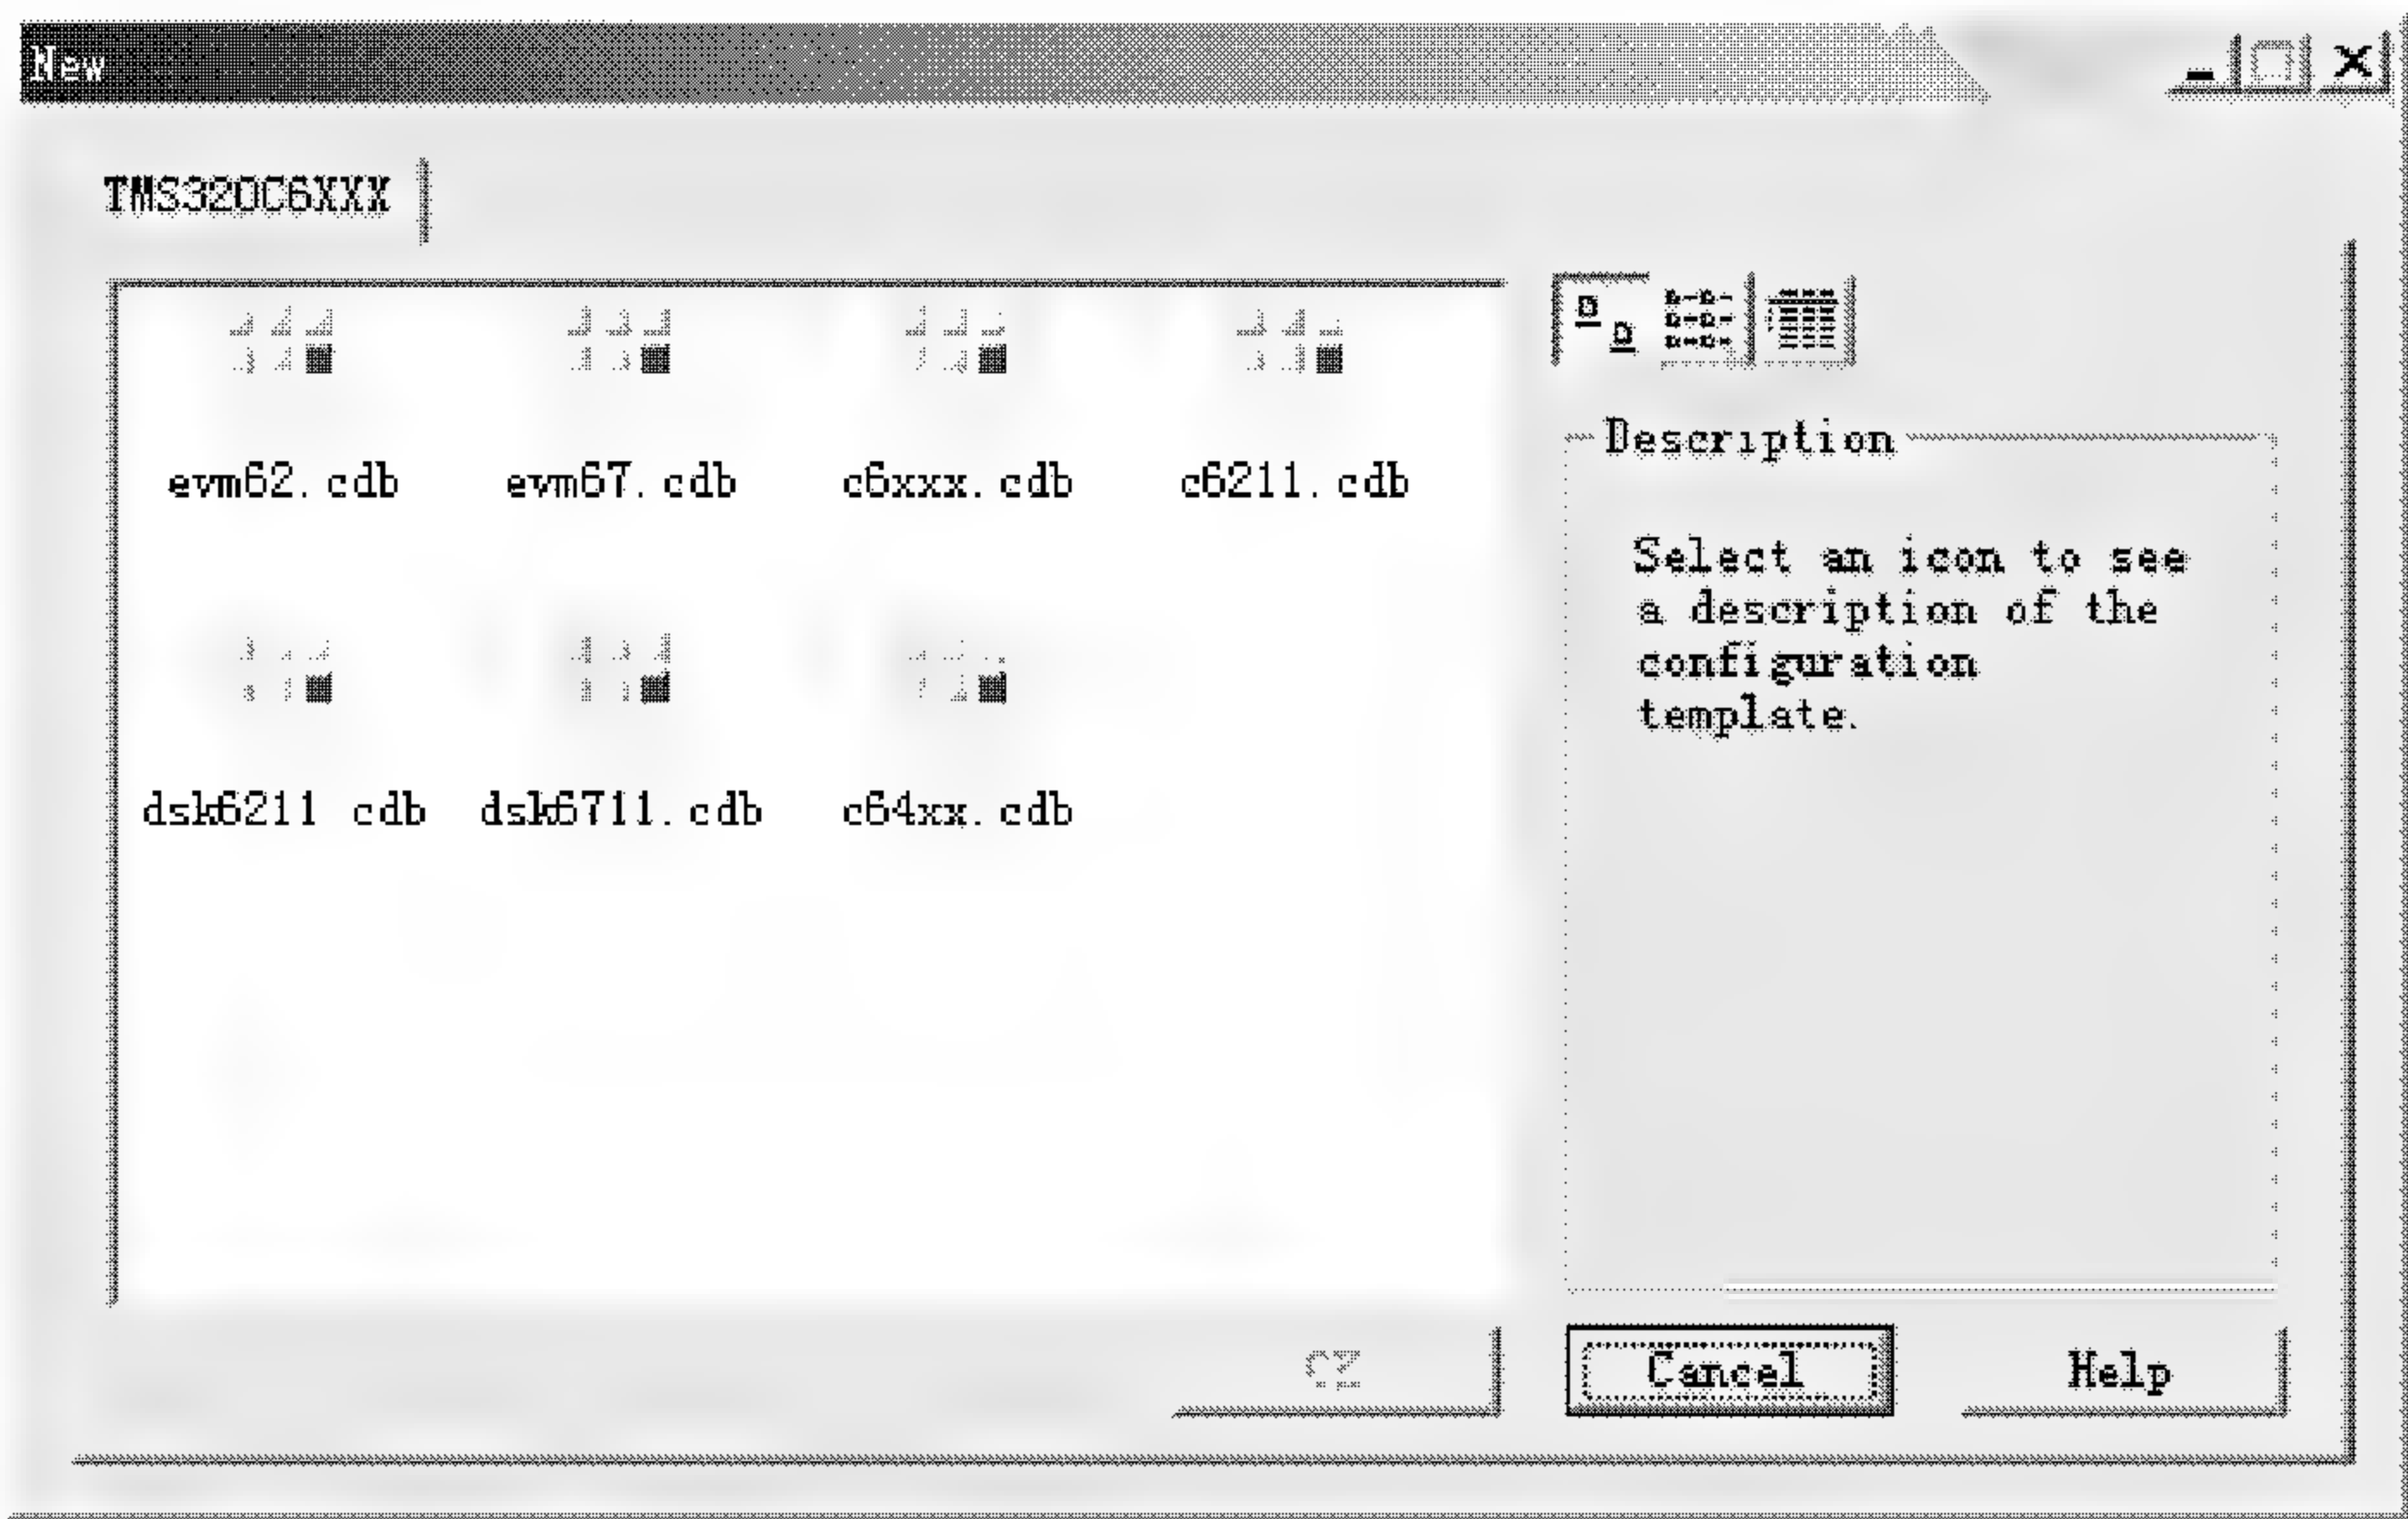

图 3.35 DSP/BIOS 配置模板窗
(1) 在 CCS IDE 界面下，选择 File → New → DSP/BIOS Configuration，打开 DSP/BIOS 配置模板窗，如图 3.35 所示。在此模板窗中选择指定的模板。